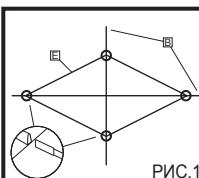

РИС.1
2. Полностью вставьте шесты в направляющие. (РИС.1)